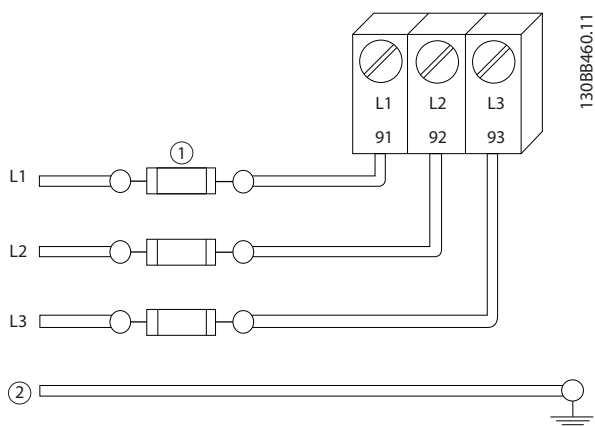

图 2.4 变频器熔断器
- 必须为所有变频器都提供短路和过电流保护。为了提供这种保护，须采用输入熔断装置，请参阅 图 2.4。如果出厂时没有附带熔断器，则须由安装商作为安装的一部分而提供。请参阅 10.3.1 保护中的熔断器最大额定值。